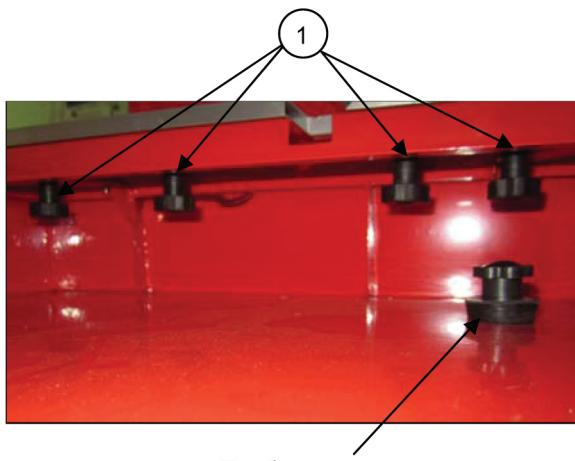

Рис. 11
1. Установите регулируемый упор с транспортиром (1) напротив деления на упорной линейке (4) (например 7 см) и зафиксируйте его винтом (3). Угол транспортира установите в положение 0°.
2. Ослабьте винты фиксации (поз. 1, Рис. 11) левой части упорной линейки, расположенные со стороны поддона для воды и отрегулируйте расстояние от края упора транспортира до режущей кромки алмазного диска равное 7 см.
3. Перемещая упорную линейку (4) по направляющей отрегулируйте расстояние от края упора транспортира (1) до режущей кромки алмазного диска равное 7 см.
12. Периодически меняйте воду в поддоне, так как грязная вода может засорить насос и вывести его из строя. Для слива воды из поддона снимите узкую столешницу рабочего стола и вытащите сливную пробку поддона (Рис. 11).